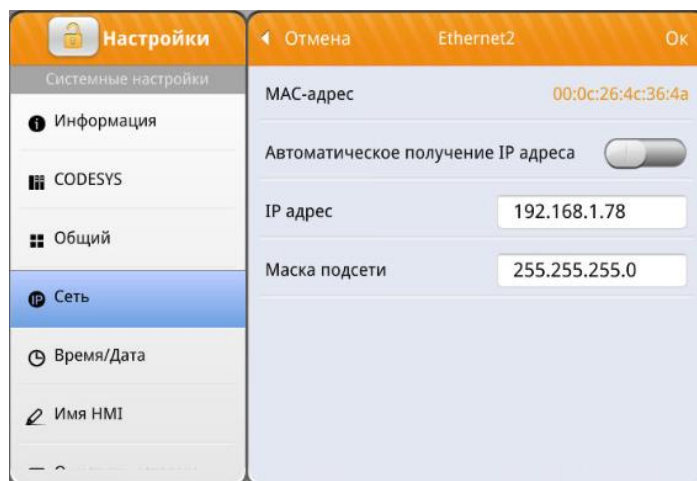

Рисунок 4.21 – Окно «Ethernet 2»
9. Перейти на вкладку «Ethernet 2» (рисунок 4.21), произвести настройки сетевых параметров порта LAN2 и нажать «Ок». При использовании двух портов Ethernet IP-адрес порта «Ethernet 2» должен отличаться от IP-адреса порта «Ethernet 1 (WAN/LAN)».